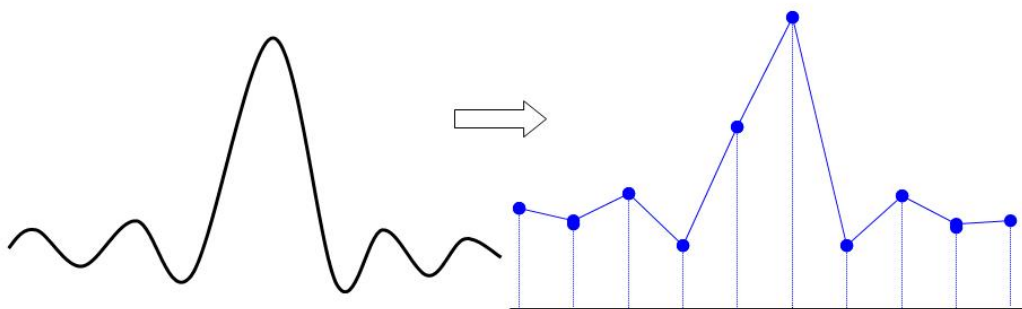

图 10-1
(2) 采样率过低的影响
- 波形失真：由于采样率低造成某些波形细节缺失，使示波器采样显示的波形与实际信号存在较大差异，如下图 10-1 所示。